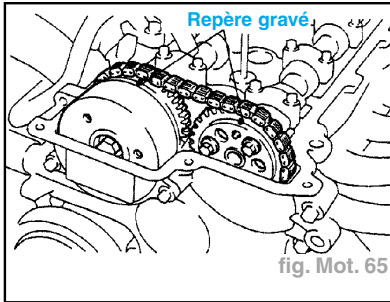

fig. Mot. 65
- S'assurer que les repères gravés des pignons de distribution d'arbre à cames sont correctement alignés sur la surface du couvercle de la chapine de distribution, comme illustré (fig. Mot. 65).